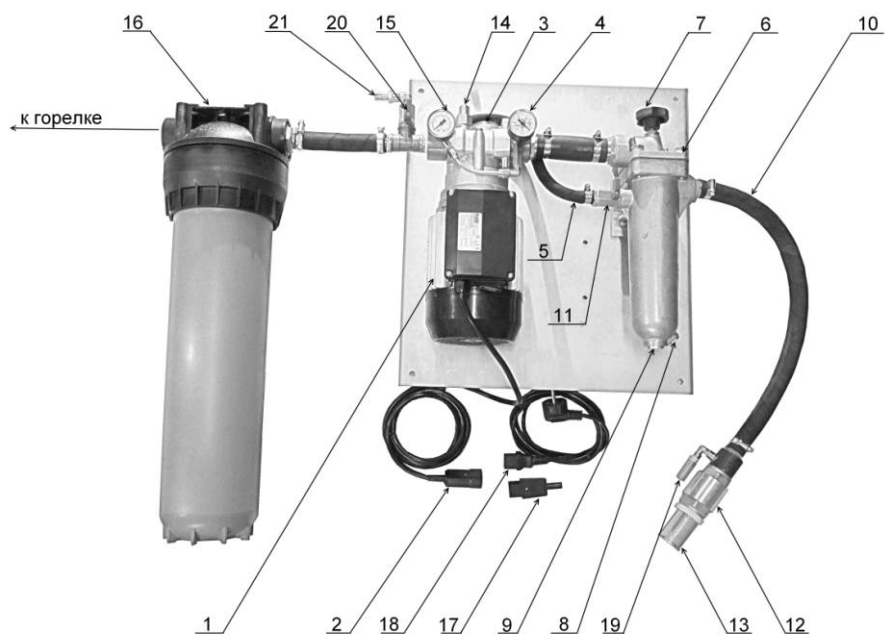
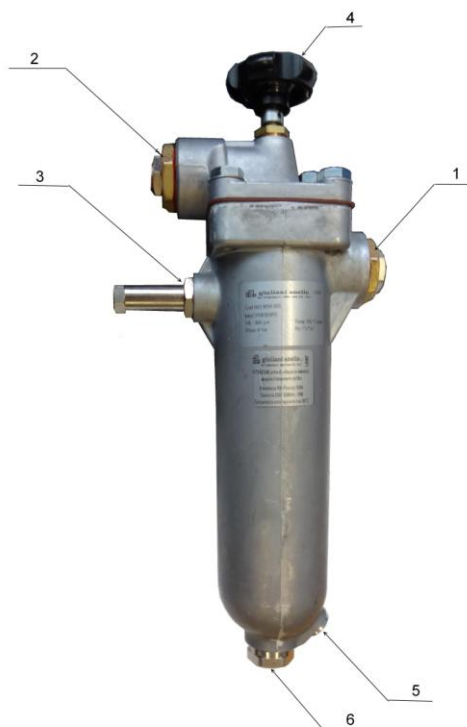

Рис. 15. Блок топливного насоса.
Рис. 16. Самоочищающийся фильтр.
Топливо забирается из расходного бака (*температура топлива не менее +12С*) топливным насосом (Рис.15 поз.3). Проходит через плавающий топливозаборник (Рис.15 поз.10) состоящий из сетчатого фильтра (Рис.15 поз.13), обратного клапана (Рис. 15 поз.12), шлага 2,5 м. Затем топливо очищается в самоочищающимся фильтре (Рис. 15 поз.6) и через патрубок подачи топлива (Рис. 16 поз.2) поступает в топливный насос (Рис.15 поз.3). Излишки топлива по трубопроводу циркуляции (Рис.15 поз.5) сбрасываются в самоочищающийся фильтр (Рис.16 поз.3). Разряжение на всасе насоса измеряется вакууметром (Рис.15 поз.6). Если разряжение более 0,5 бар произведите очистку сетчатого фильтра (Рис.15 поз.13) и самоочищающегося фильтра (Рис.16) провернув 4-5 раз маховик фильтра (Рис.16 поз 4).
Из насоса (Рис.15 поз.3) топливо подается через регулятор давления топлива (Рис.15 поз.14) в фильтр тонкой очистки (Рис.15 поз. 16) и поступает в горелку. Для увеличения давления поворачивайте регулировочный винт (Рис.15 поз.14) по часовой стрелке, для уменьшения против часовой. Давление топлива контролируйте по манометру (Рис.15 поз.15). Давление топлива после регулятора давление должно быть 3-4 бара.
***Ежедневно проворачивайте маховик самоочищающегося фильтра (Рис.16 поз.4) 4-5 раз. Не реже одного раза в неделю сливайте конденсат и отложения, отвернув дренажную заглушку (Рис.16 поз.5, 6)***
При сильном загрязнении фильтра на всасе топливного насоса (Рис.15 поз.13), самоочищающегося фильтра (Рис.16), фильтра тонкой очистки (Рис.15 поз.16) возрастает усилие на валу насоса, что ведет к перегреву и выходу из строя электродвигателя и топочного автомата. Для предотвращения данной ситуации в электрическом шкафу горелки (Рис.6 поз.1) установлен автомат с надписью «НАСОС», который при увеличении токовой нагрузки отключит электродвигатель топливного насоса.
***При срабатывании автомата «НАСОС» немедленно произвести чистку фильтра на всасе топливного насоса (Рис.15 поз.13), самоочищающегося фильтра (Рис.16), замену картриджа фильтра тонкой очистки (Рис.21 поз.3).***
3.5.2. Заполните топливом всасывающий трубопровод, самоочищающийся фильтр, насос, фильтр тонкой очистки и топливный бак Горелки. Для чего в комплекте топливного насоса предусмотрен кабель с вилкой прямого питания от сети 220 В (Рис.15 поз.18), соедините кабель с разъемом топливного насоса (Рис.15 поз.2). На топливном баке Горелки есть кран сброса воздуха (Рис. 6 поз. 11). Подключите топливный насос напрямую к сети 220 В и откройте кран сброса воздуха. Когда топливная система заполнится, через шланг начнет стекать масло с пузырьками воздуха. После удаления воздуха закройте кран (Рис. 6 поз. 11) . Питание насоса подключите по постоянной схеме.
Если топливный насос (Рис.15 поз.3) сразу не захватил топливо, то нужно удалить из него воздух. Для чего закройте кран на самоочищающемся фильтре (Рис.15 поз. 11) , отсоедините трубопровод циркуляции фильтр-насос (Рис.15 поз.5) , полностью выкрутите винт регулятора давления (Рис.15 поз. 14) и спускайте воздух до появления масла. После чего присоедините трубопровод циркуляции фильтр-насос (Рис.15 поз.5) откройте кран на самоочищающемся фильтре (Рис.15 поз. 11) и винт регулятора давления (Рис.15 поз. 14) установите в изначальное положение.
Давление топлива после насоса (Рис.15 поз.3) должно быть 3-4 бара, разрежение на всасе топливного насоса (Рис.17 поз.4) не более 0,5 бар.
- следить за показаниями вакуумметра на топливном насосе. При разрежении минус 0,4 бар необходимо очистить фильтр на входе насоса (Рис. 15 поз. 13) и провернуть 5-6 раз маховик самоочищающегося фильтра;
- проворачивать маховик самоочищающегося фильтра (Рис.16 поз.4) 5-6 раз один раз сутки, даже если горелка не эксплуатируется;
- не реже, чем 1 раз в неделю сливать конденсат и грязь из самоочищающегося фильтра, отвернув дренажную заглушку (Рис.15 поз.5)